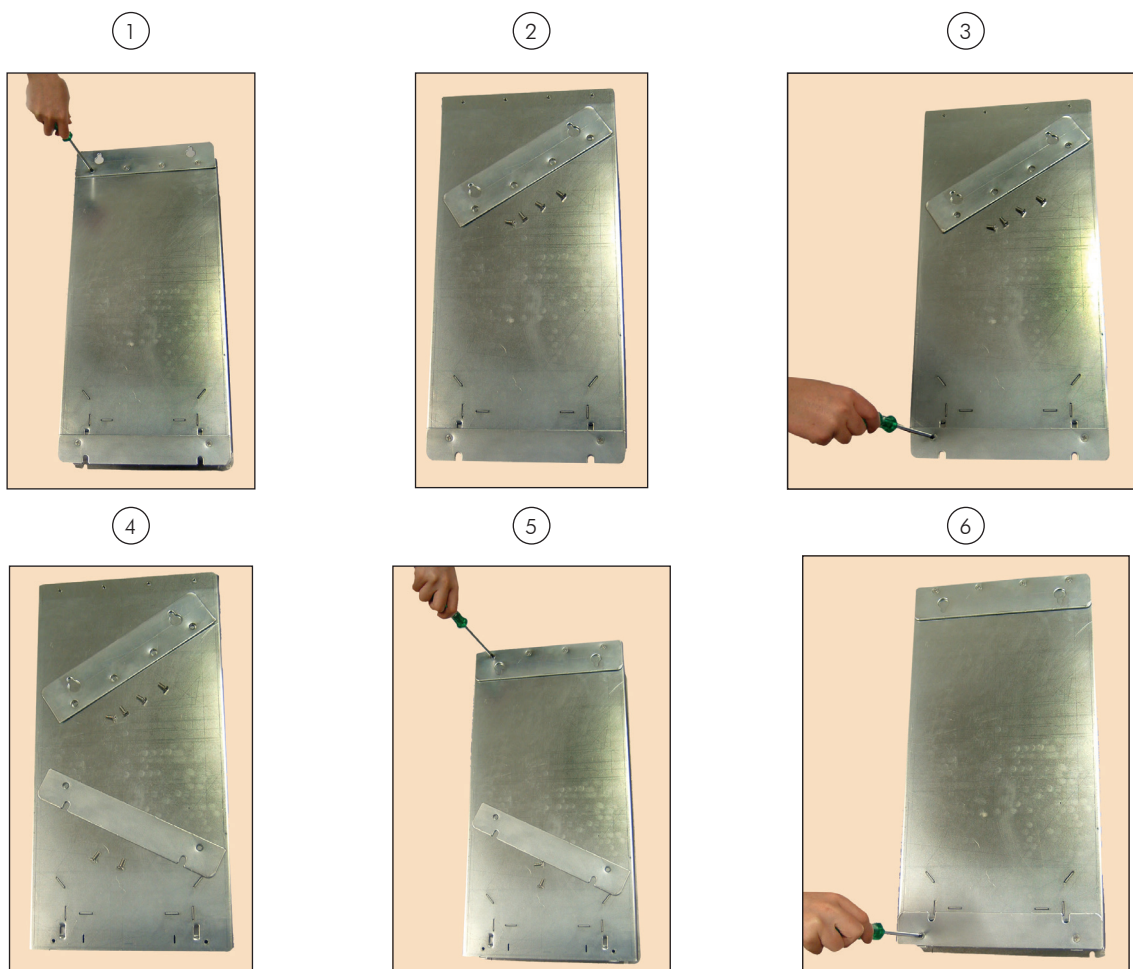

Figura 3.3 - Reposicionamento dos suportes de fixação
- ☑ Os suportes de fixação e chapas para içamento do inversor deverão ser removidos e reposicionados conforme a figura 3.3.